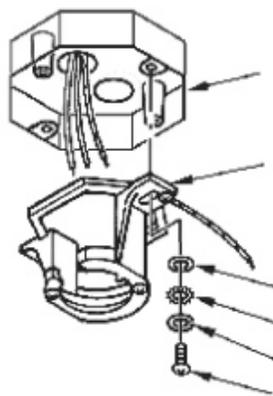

Fig.11
Paso 4: Asegure el soporte colgante en la caja de toma de corriente utilizando los tornillos incluidos en su caja de toma de corriente y las arandelas suministradas con el ventilador (Fig. 11).